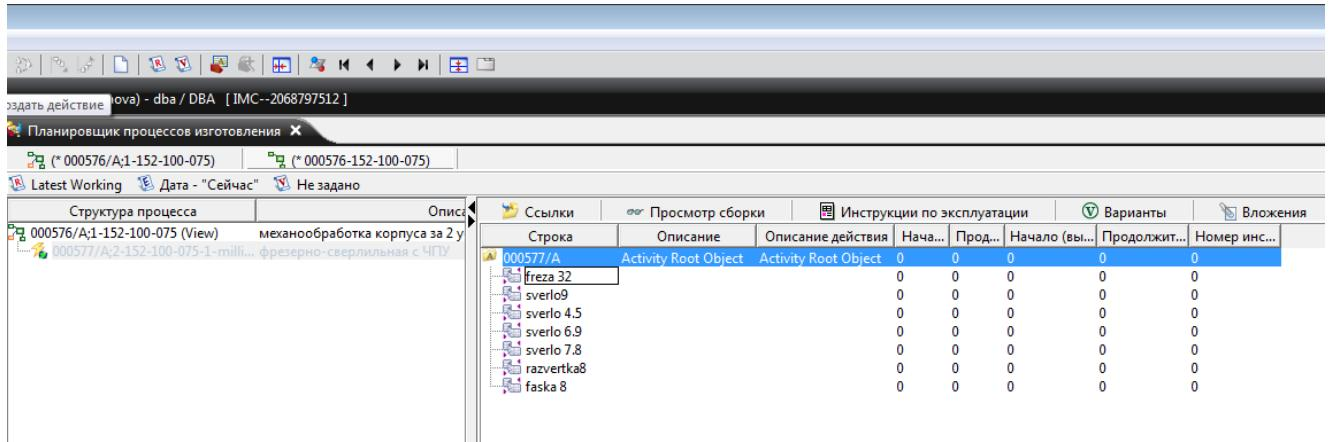

Рисунок 21 – Создание инструментов к технологической операции
- 4.** Далее прикрепите соответствующие инструменты, см. рисунок 21.